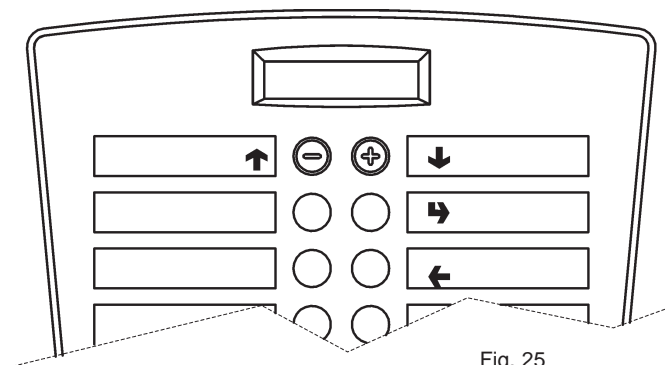

Fig. 25
- Panneau des poussoirs externe à sélection directe qui, en modalité "Chargeur" et "Technicien", exercent les fonctions suivantes (voir fig. 25):